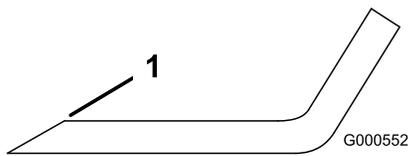
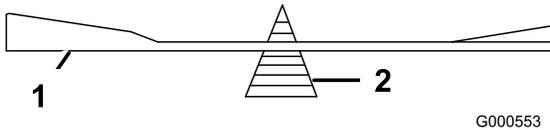

Bild 37
Bild 38
1. Schärfen Sie die Schnittkante an beiden Enden des Schnittmessers mit einer Feile (Bild 37). Behalten Sie den ursprünglichen Winkel bei. Das Schnittmesser behält seine Auswuchtung bei, wenn von beiden Schnittkanten die gleiche Materialmenge entfernt wird.
2. Überprüfen Sie die Auswuchtung des Schnittmessers auf einer Ausgleichsmaschine (Bild 38). Wenn das Schnittmesser in seiner horizontalen Position bleibt, ist es ausgewuchtet und kann wiederverwendet werden. Feilen Sie, wenn das Schnittmesser nicht ausgewuchtet ist, vom Flügelbereich des Messers etwas Metall ab (Bild 37). Wiederholen Sie diesen Vorgang, bis das Messer ausgewuchtet ist.